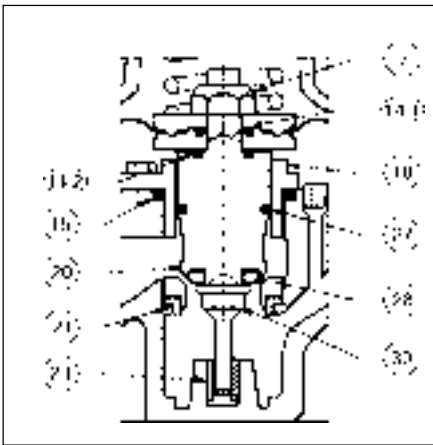

Figura 2: Tamaños de Cuerpo 1/2" – 1", Diafragma Compuesto
1. Tamaños de Cuerpo de 1/2"- 2". (Ver Figura 2 a 5):
- b. Coloque el tapón (20) en una prensa de banco utilizando las barras de a. de arriba posicionadas en las "caras planas" del tapón (20) para prevenir que las mandíbulas de la prensa hagan marcas directamente en la superficie del tapón (20). Oriéntelo con los diafragmas en el lado de arriba.
- c. Tamaños de 1/2" - 1": Remueva la tuerca del diafragma (7) rotándola en SAH. Tamaños de 1-1/4"-2": Remueva el tornillo del diafragma (7) rotándolo en SAH.
- d. Remueva el plato superior de presión del Diafragma (8).
- h. Remueva el plato inferior del diafragma (10).
- j. Desmante el tapón (20) de la prensa de banco, rótelo y reasegure en la prensa de banco utilizando las mismas barras metálicas de a. de arriba.